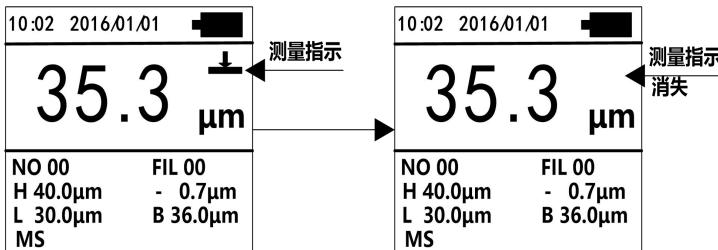

图2测量指示
**单次测量模式下，测量时要注意测量指示，箭头消失后才能再次测量，如图 2 所示。**
在“单次测量”模式下，仪器测头每次按下时仪器只能测量一次，再次测量需要把测头远离被测工件 20CM 以上并等待测量指示消失后才可，参考图 2 所示。这种模式下测量数据稳定、精准。